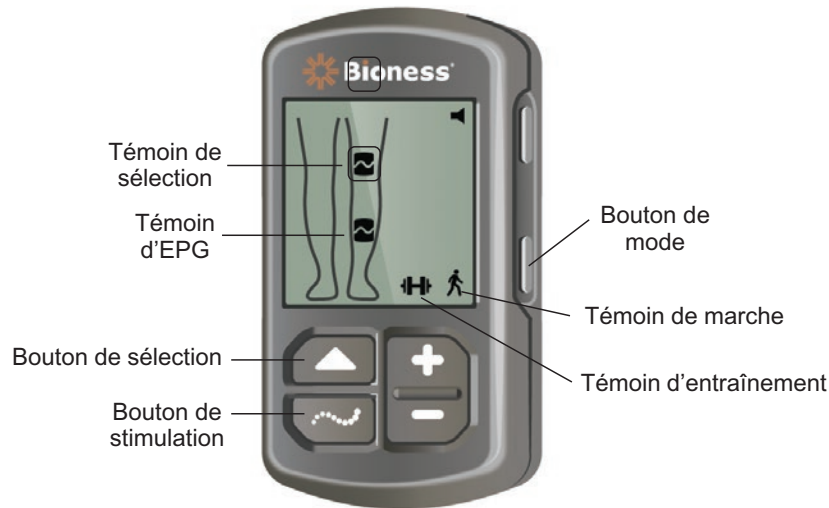

Figure 4-8 : Sélection d'un mode de fonctionnement sur l'unité de commande
4. Si vous utilisez la jambière et le manchon à cuisse, vous pouvez appuyer sur le bouton de sélection de l'unité de commande pour basculer entre l'EPG pour jambe et l'EPG pour cuisse ou pour sélectionner ces deux EPG. Reportez-vous à la figure 4-8.
5. Pour sélectionner le mode Marche, appuyez sur le bouton Mode de l'unité de commande jusqu'à ce que l'icône du témoin de marche apparaisse dans l'angle inférieur droit de l'affichage numérique. Reportez-vous à la figure 4-8.
6. Pour sélectionner le mode Entraînement, appuyez sur le bouton Mode de l'unité de commande jusqu'à ce que l'icône du témoin d'entraînement apparaisse dans l'angle inférieur droit de l'affichage numérique. Reportez-vous à la figure 4-8.
3. Pour désactiver la stimulation, appuyez sur le bouton de stimulation de l'unité de commande. Reportez-vous à la figure 4-8.